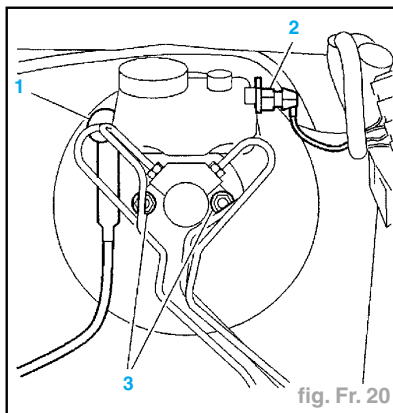

fig. Fr. 20
- Désaccoupler le tube (1) de dépression de l'amplificateur (fig. Fr. 20).
- Déconnecter les fils (2) du témoin de niveau de liquide de frein.